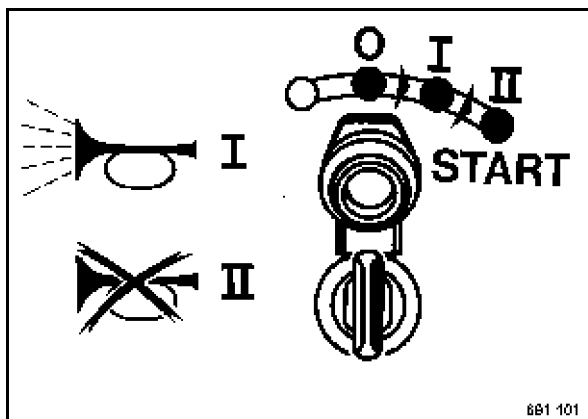

рис. 10
- Повернуть ключ зажигания в положение I (рис. 10); звучит зуммер.